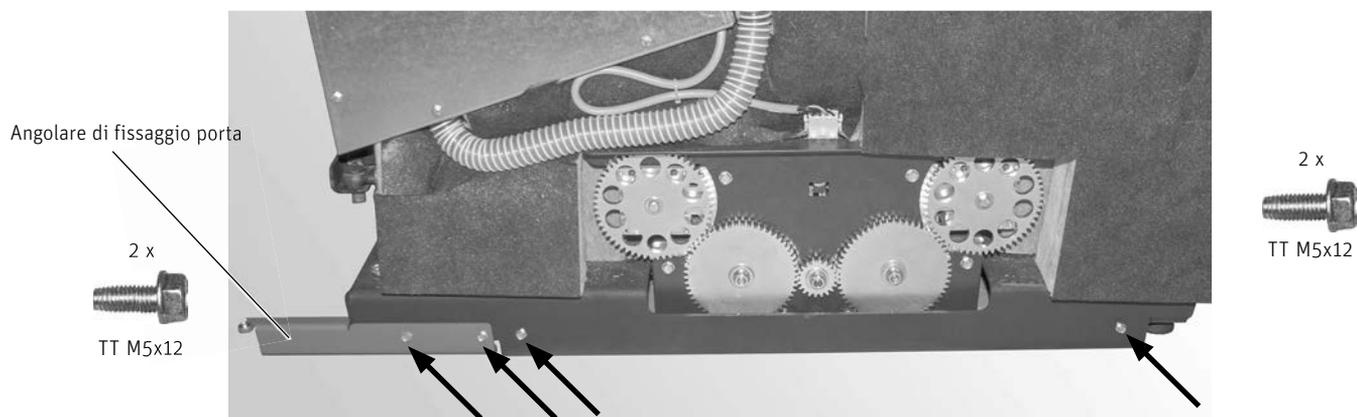

Fig. 39 Avvitare l'angolare di fissaggio porta, avvitare le 2 viti per il rivestimento fino a metà
- Montare l'angolare di fissaggio porta sul basamento in basso a destra con 2 viti autoformanti TT M5x12 – Fig. 39.
- **Avvitare fino a metà** 2 viti autoformanti TT M5x12, alle quali andrà agganciato il rivestimento, sul retro del basamento in basso a destra – Fig. 39.